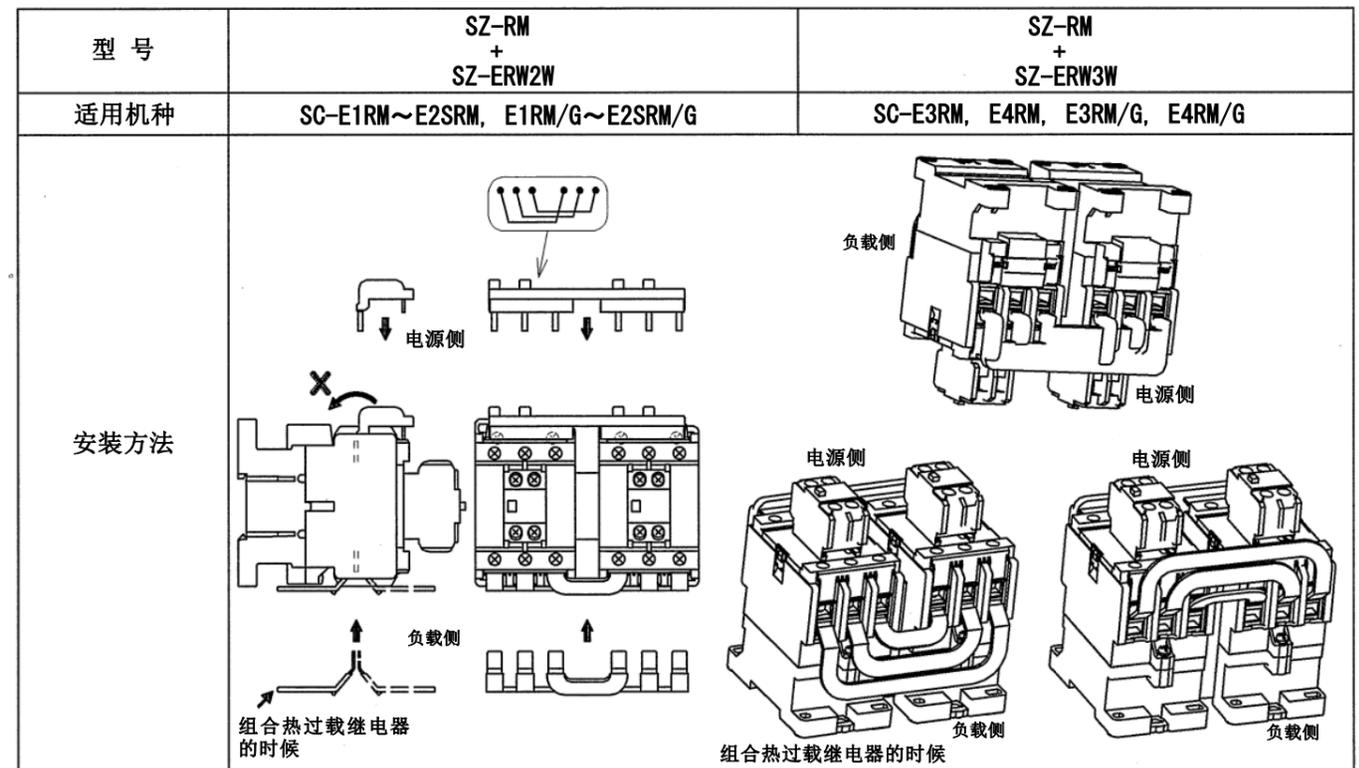

图3
(1) 在安装前请先完成线圈端子的接线。
(2) 将可逆接线连接件安装在主回路端子上。可逆接线连接件有电源侧用和负载侧用两种，在接线时请不要混淆。
(3) 在使用 SZ-ERW2W、ERW3W 的电源侧部件时，朝向接触器前面插入接线端子。（图3）
(5) 在使用 SZ-ERW2W、ERW3W 的负载侧部件时，若与热过载继电器组合，将该部件弯曲面朝向接触器正面，插入端子下侧进行接线；若无热过载继电器，则将其弯曲面背向接触器正面，插入端子的上侧进行接线。（图3）